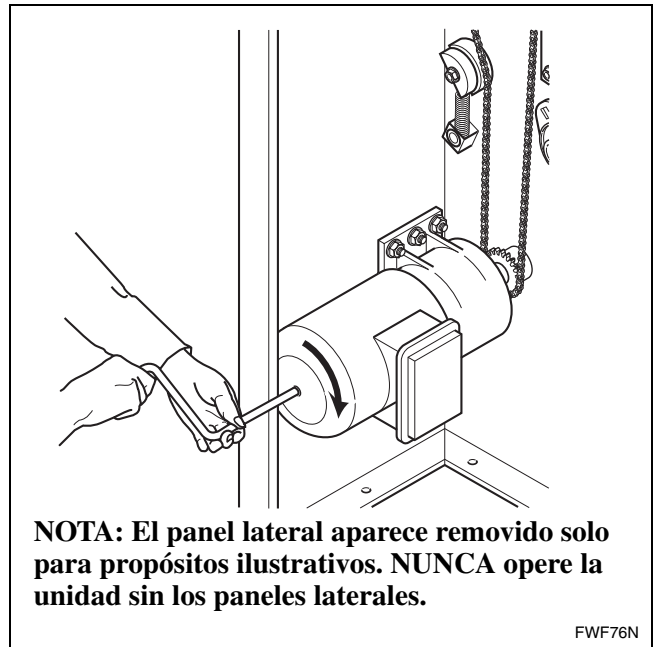

Figura 10
- Gire la manivela en el sentido de las agujas del reloj para girar el cilindro. Consulte la *Figura 10*.